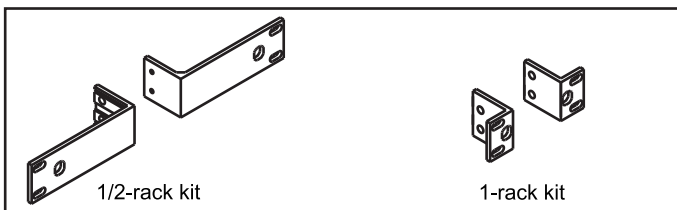

Fig. 5
2. Rackmount kit (optional). Fig. 5